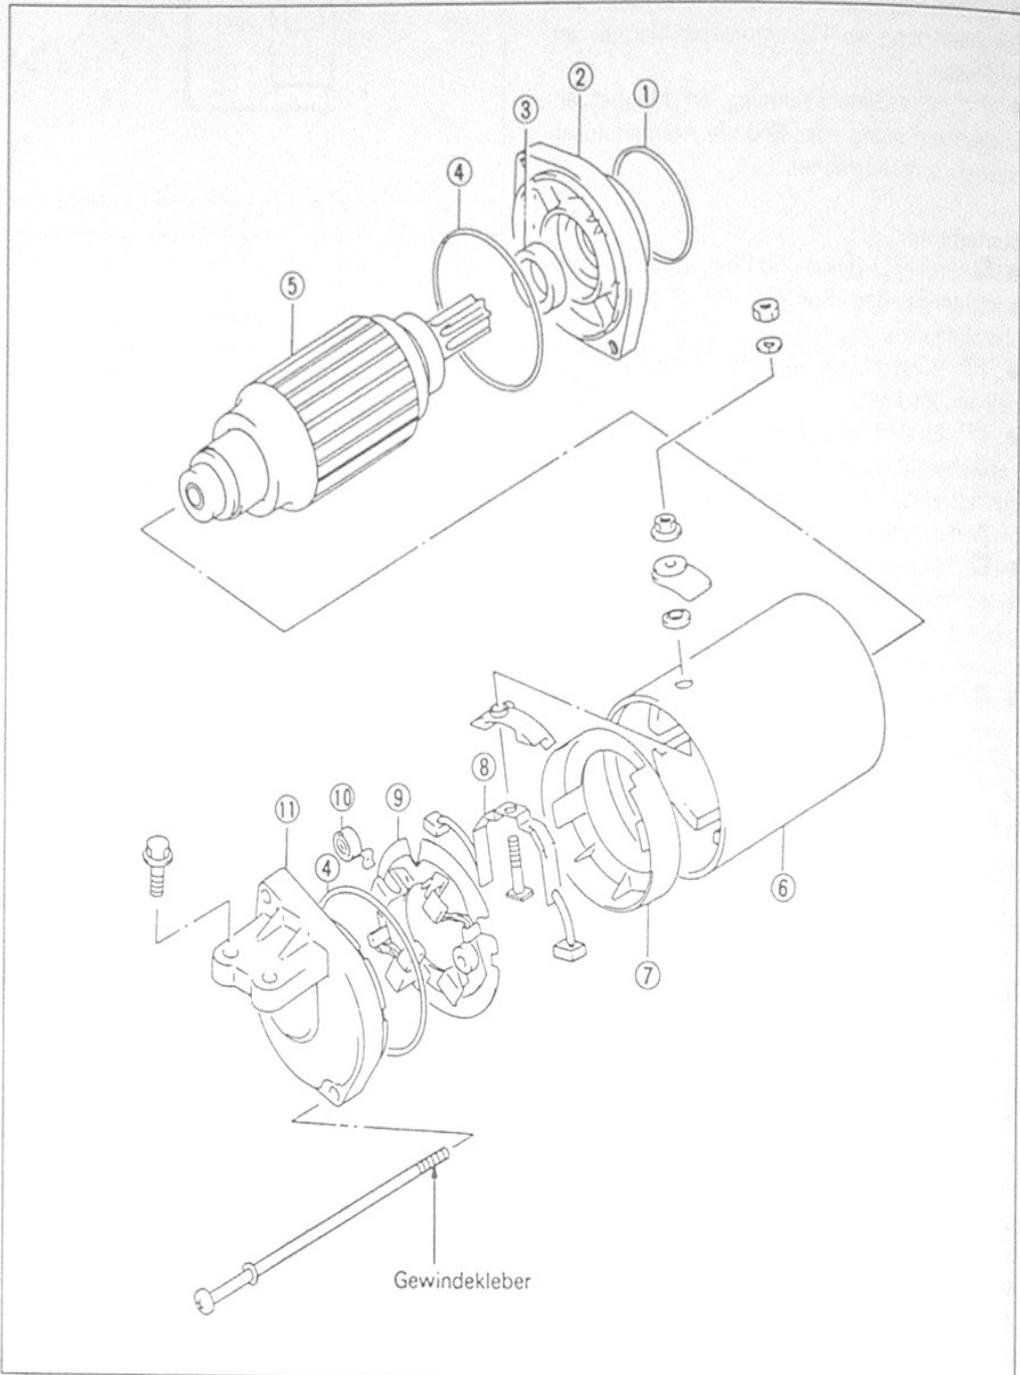

Bild 73
- Bürstenhalterplatte auf Gehäuse anbringen, dabei diese mit ihrer Nase in Kerbe des Gehäuses ausrichten (Bild 73).
- Frontdeckel wie in Bild 73 gezeigt ausrichten (Nase greift in Nut). Rückdeckel so drehen, dass